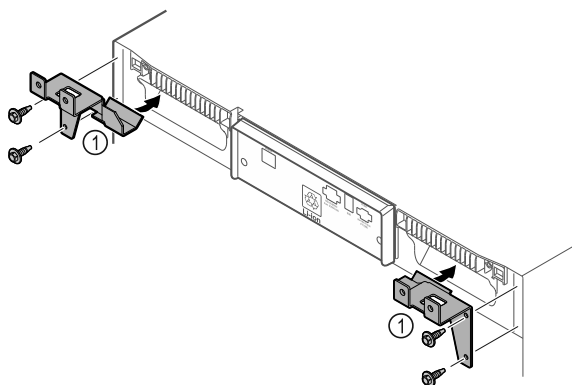

Fig. 10
- ▶ Monteerige hoideosad Fig. 10 (1) iselõikuvate kruvidega seadme külge.